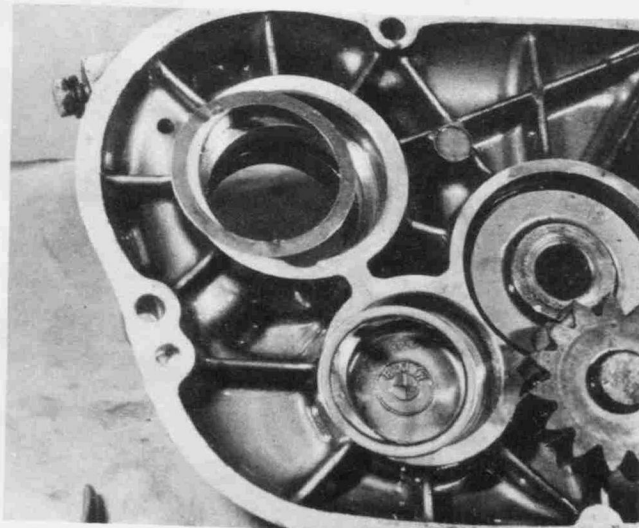

Bild 123
- Die Passscheiben aus dem Abtriebs- und Nebenwellen-Lagergehäuse herausnehmen und sorgfältig ablegen (Bild 123).